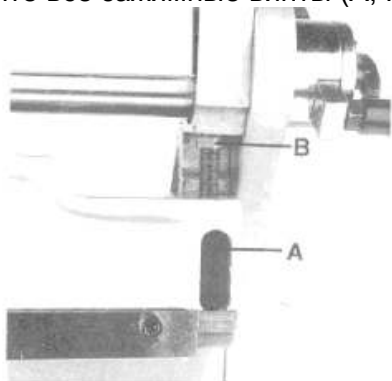

Рис. 5
6. Затяните все зажимные винты (А, Рис.5).
1. Немного ослабьте фиксирующие винты (А, Рис.5).
2. Поверните регулировочные гайки гибочной шины (В, Рис. 5), расположенные с каждой стороны шины, пока тестовый изгиб не будет показывать 90° с каждой стороны шины.
3. Затяните фиксирующие винты (А, Рис. 5).